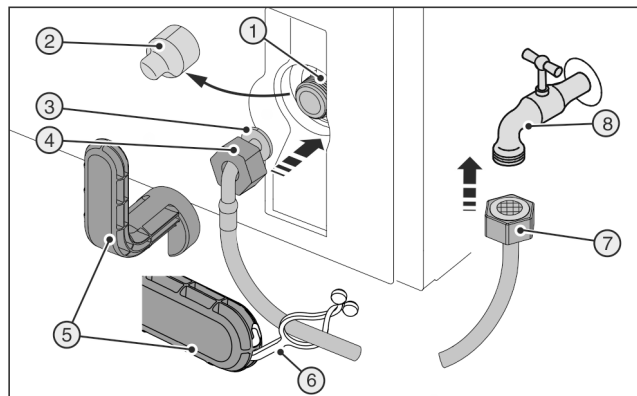
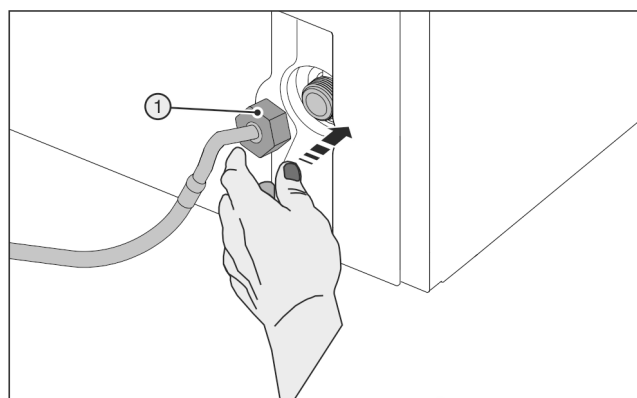

Fig. 28
Fig. 29
破损的辅助工具 Fig. 28 (5)！
► 只能在室温下使用辅助工具 Fig. 28 (5)。
- 拆下盖子 Fig. 28 (2)。
- 略微装配：将直软管端 Fig. 28 (7)向左置于地面。
- 将螺母 Fig. 28 (4)推至软管弯折端 Fig. 28 (3)上方末端并固定。
► 小心装上螺母 Fig. 29 (1)并用两根手指将其垂直拧到螺纹上，直至达到紧固位置。
► 使用辅助工具 Fig. 28 (5)顺时针拧紧螺母 Fig. 29 (1)，直至达到最大扭矩并且辅助工具 Fig. 28 (5)旋紧。
- 将螺母 Fig. 28 (7)拧到截流阀 Fig. 28 (8)上。
- 使用辅助工具 Fig. 28 (5)顺时针拧紧螺母 Fig. 28 (7)，直至达到最大扭矩并且辅助工具 Fig. 28 (5)旋紧。
- 打开供水截流阀 Fig. 28 (8)并检查整个水系统的密封性。
- 将连接板 Fig. 28 (6)卡入辅助工具 Fig. 28 (5)内并固定在不锈钢软管上，以便于保存。